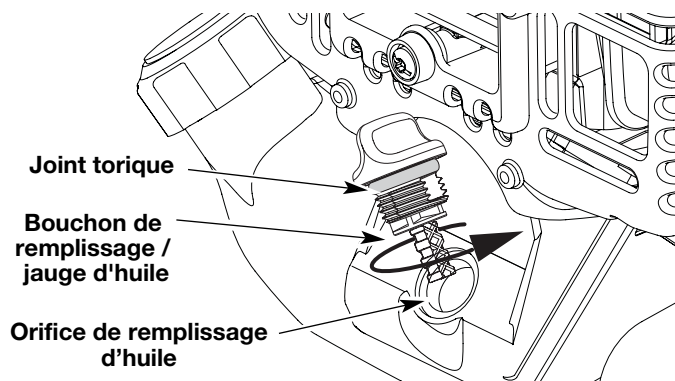

Fig. 25
6. Si le niveau est trop bas, ajoutez un peu d'huile par l'orifice et revérifiez (Fig. 25). Continuez jusqu'à ce que le niveau d'huile atteigne le haut de la jauge.
**REMARQUE :** Assurez-vous que le joint torique est mis sur le bouchon de remplissage / jauge d'huile au moment de la vérification et du changement d'huile (Fig. 25).